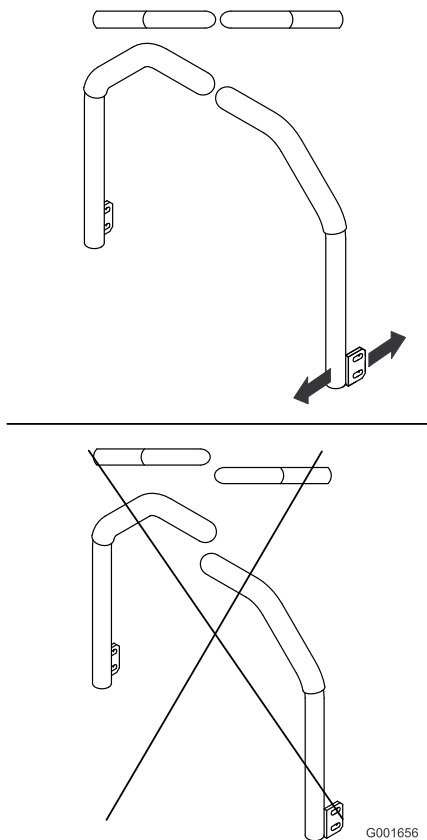

Figure 78
5. Réglez les leviers de commande de sorte à les aligner (Figure 78) et serrez les boulons de fixation des leviers aux montants.